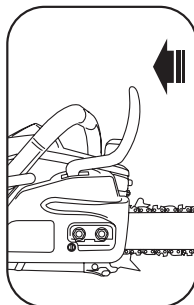

Рис. 3А
2. Отвинтите обе гайки (А), крепящие шину и крышку. Выньте шток крепления рычага тормоза цепи (В). Снимите крышку. (Рис. 3В)